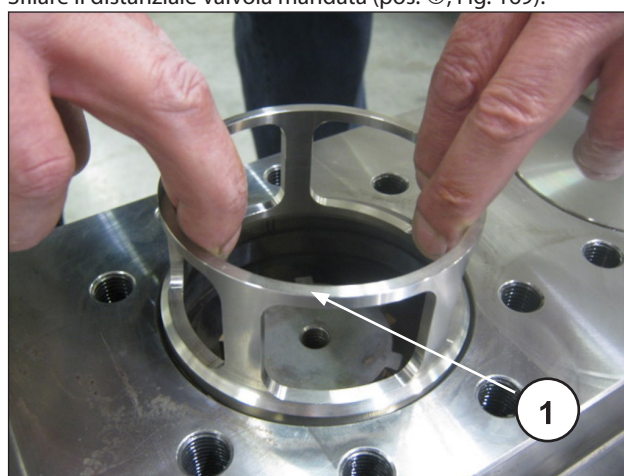

Fig. 169
Prestare attenzione a non rovinare le spine di centraggio sul carter durante l'estrazione della testata. Sfilare il distanziale valvola mandata (pos. ①, Fig. 169).